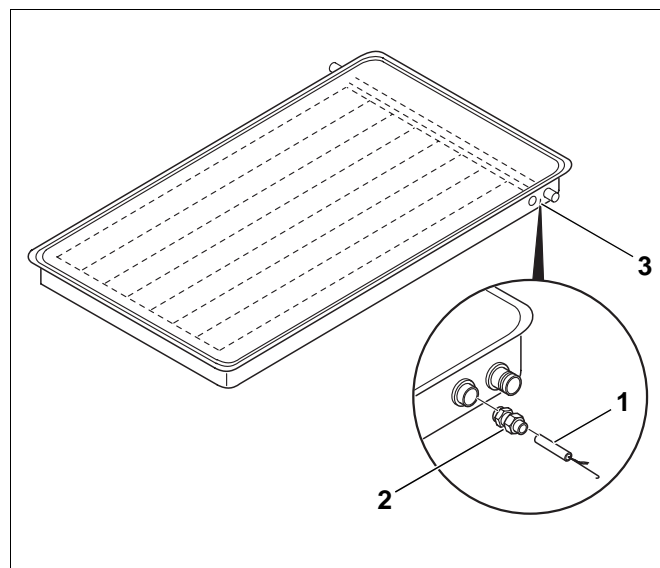
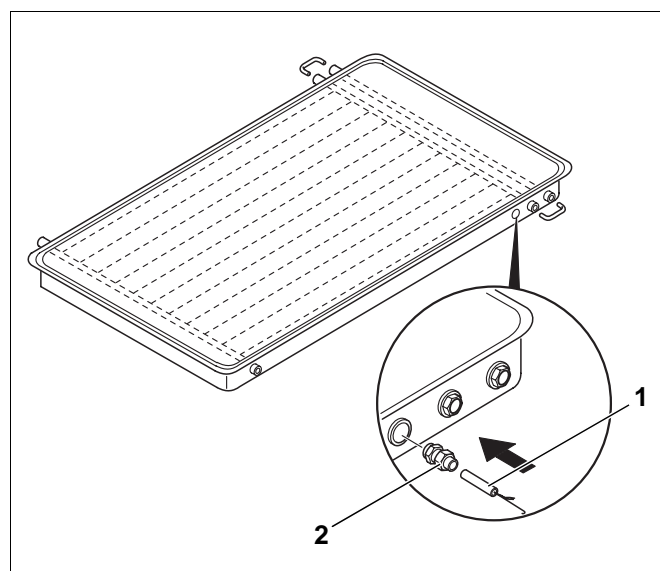

Abb. 3 Kollektor Logasol SKN
Abb. 4 Kollektor Logasol SKS
Der Kollektorfühler FSK ist dem Solarmodul beige packt. Der Montageablauf ist bei den beiden Kollektoren Logasol SKN (Abb. 3) und Logasol SKS (Abb. 4) gleich.
- Kollektorfühler (Abb. 3 und Abb. 4, **Pos. 1**) in die Fühlertauchhülse des letzten Kollektors einlegen. Die Fühlertauchhülse befindet sich oben rechts am Kollektor (Abb. 3, **Pos. 3**). Zur Positionierung des Fühlers ist die Schutz-Gummihaut zu durchstoßen. Der Fühler wird bis zum Anschlag in die Fühlertauchhülse eingeschoben.
- Fühler zur Zugentlastung durch Festdrehen der Verschraubung (Abb. 3 und Abb. 4, **Pos. 2**) sichern. Der Fühler muss ohne Spiel fest in der Tauchhülse sitzen.
- Die Verbindung des Fühlers (FSK) mit dem Regelgerät Logamatic 2107 (M) wird hergestellt, indem man den Anschlussstecker des Fühlers in den Steckplatz FSK (gelb) des Solarmoduls FM 244 einsteckt.